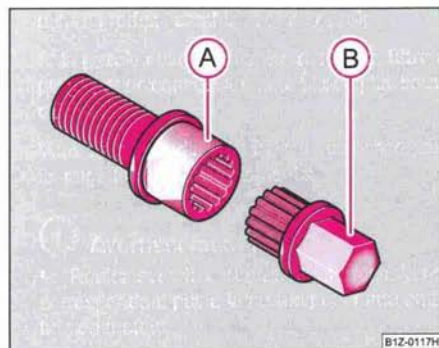

Fig. 206 Boulon antivol avec adaptateur
- Poussez à fond l'adaptateur (B) avec son côté denté de sorte que la denture intérieure du boulon antivol (A) puisse encore dépasser à l'extérieur du six-pan ⇒ fig. 206.
- Poussez la clé de roue à fond sur l'adaptateur (B).